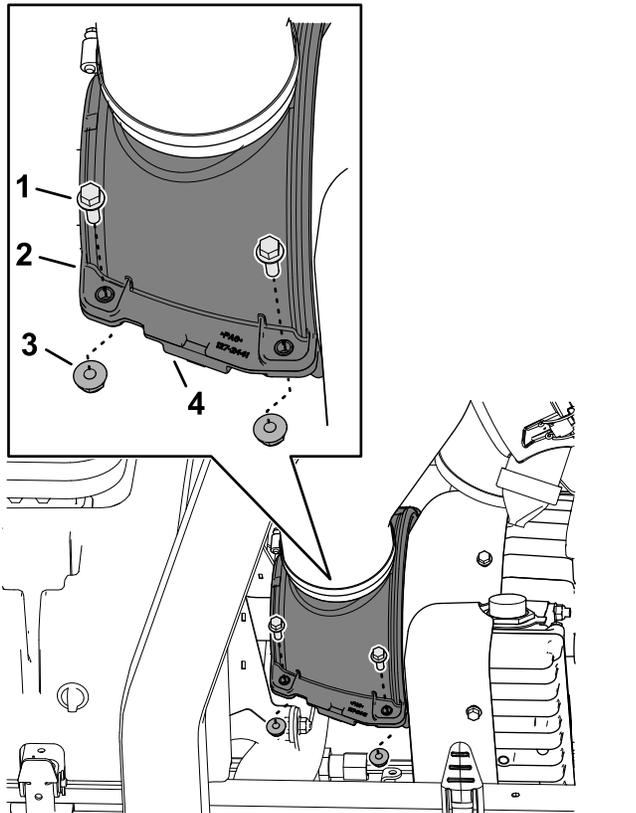

Figura 66
1. Rimuovete le 4 viti a testa cilindrica flangiata e i 4 dadi di bloccaggio flangiati che fissano la copertura protettiva superiore e inferiore di raffreddamento dell'aria del generatore (Figura 66).